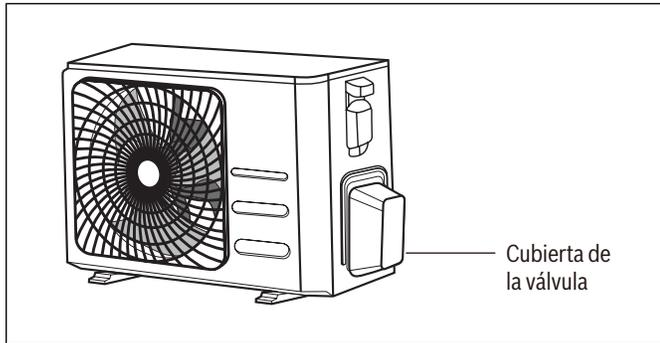

Figura 34
1. Desenrosque y retire la cubierta del lateral de la unidad exterior. Consulte la figura 34.